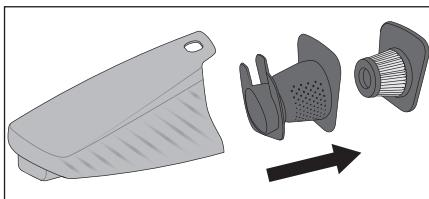

Abb. 4
- 3) Ziehen Sie zunächst den HEPA-Filter **5** und dann den Grobfilter **6** aus dem Schmutzbehälter **7** heraus (Abb. 4). Klopfen Sie beide Teile über einem Müllheimer o. Ä. aus. Bei Bedarf können Sie den HEPA-Filter **5** mit klarem Wasser abspülen. Lassen Sie ihn anschließend an der Luft vollständig trocknen.